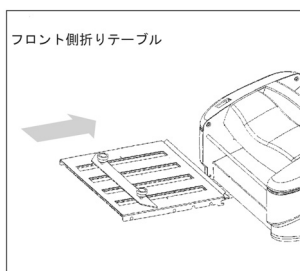
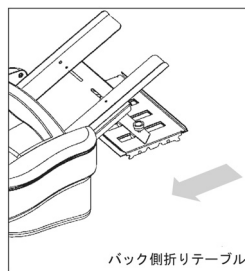

図 9
図 10
1. 二つ折りの選択や紙詰まりを取り除く際に、折りテーブルを取り外した場合、図9と図10のように折りテーブルを元の位置に戻してください。